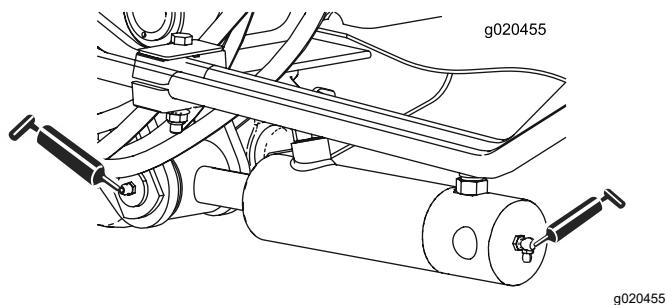

Рисунок 82
- Втулки цилиндров подъемных рычагов (2 шт.с каждой стороны) (Рисунок 82)